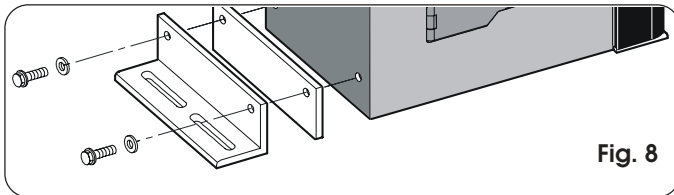

Fig. 8
- 1) Monteer de hoekbevestigingsstukken en de trillingsdempende afstandstukken op de aandrijving, zoals op fig. 8.